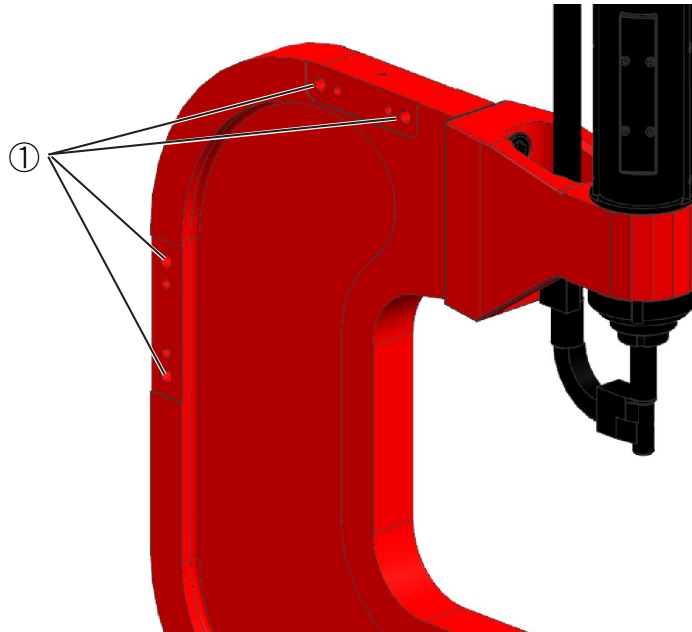

図 9:C-フレーム上のネジ穴位置
1. アダプタを C-フレーム上の希望の取り付け位置に配置します。その際、アダプタのボア穴が C-フレームのボア穴と面一であることを確認してください (図 9、①)。